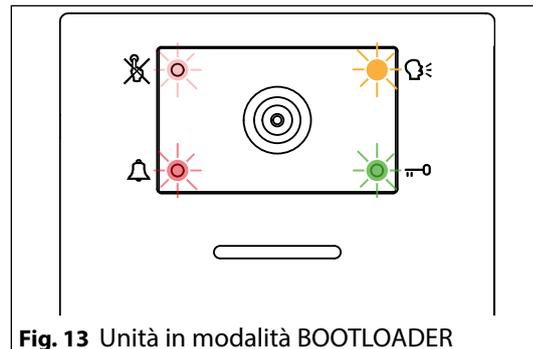

Fig. 13 Unità in modalità BOOTLOADER
- L'unità entrerà nella modalità bootloader: i quattro LED lampeggiano alternativamente (Fig. 13).